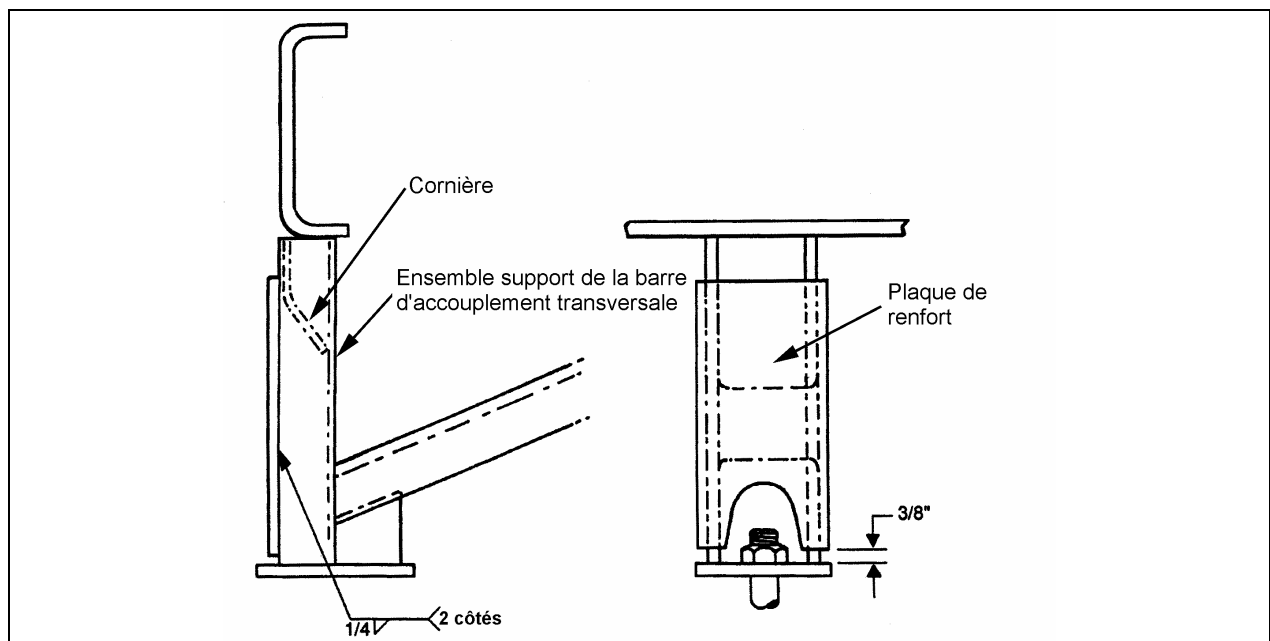

FIGURE 3 : INSTALLATION DE LA CORNIÈRE ET DE LA PLAQUE DE RENFORT
11. Souder la cornière selon la figure 3 et en vous référant au paragraphe : **Soudure acier – acier**.
13. Effectuer un soudage à rebours, effectuer seulement une passe puis meuler le cordon. Se référer à la figure 3 et aux spécifications indiquées au paragraphe : **Soudure acier – acier**.